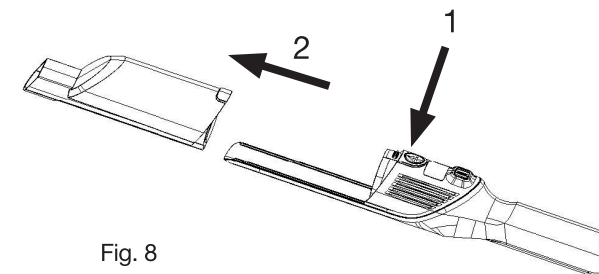

Fig. 8
Appuyez sur le bouton d'ouverture du réservoir à poussière (1) (fig 8) pour le déverrouiller. Ensuite, retirez-le en le faisant coulisser dans le rail dans la direction indiquée par la flèche (2).